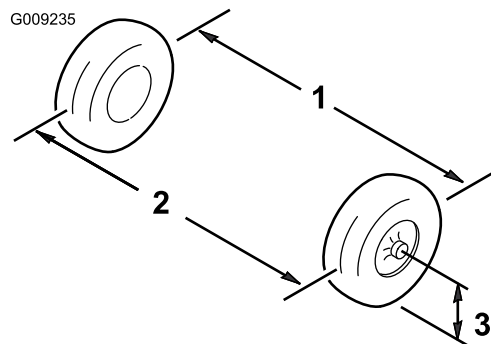

Рисунок 54
3. Измерьте расстояние между обеими передними шинами на уровне моста, с передней и задней стороны передних шин (Рисунок 54).